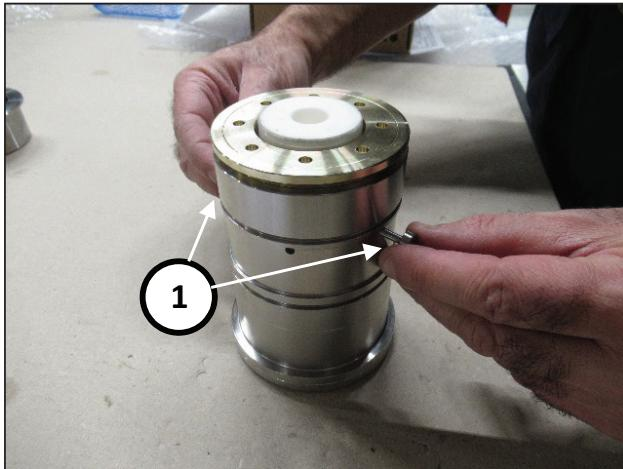
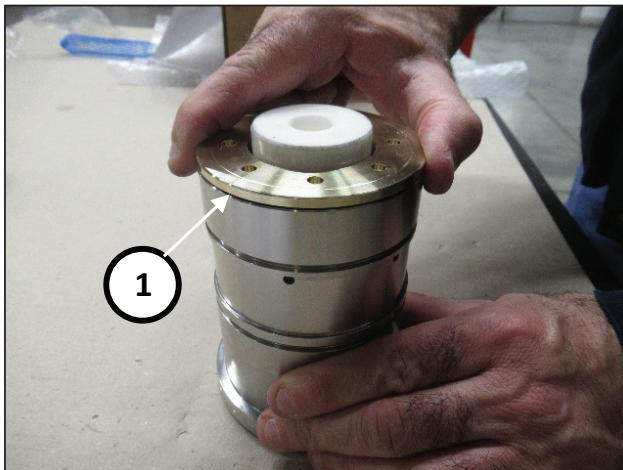

Fig. 188
Fig. 189
Extraer los pernos de la herramienta cód. 27945400 (pos. ①, Fig. 188) y terminar de enroscar el soporte de las juntas (pos. ①, Fig. 189).